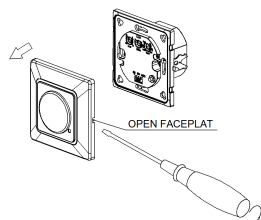

Figure 1
- Videz la dalle de verre du capteur et réglez le bouton de durée et du LUX. (référez-vous à la figure 1)